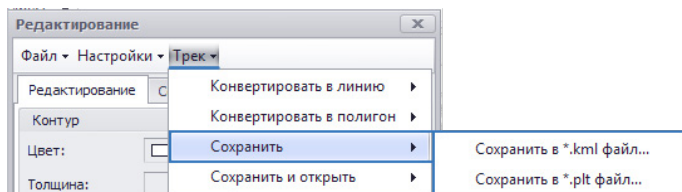

Рис.115. Экспорт трека.
- в Редакторе КТ и полигонов выбрать команду Трек – Сохранить, затем выбрать формат файла, в который будет экспортирован трек (**Рис.115**). Трек будет сохранен в файл выбранного формата. При экспорте трека в формат .kml также экспортируются данные о высоте движения.